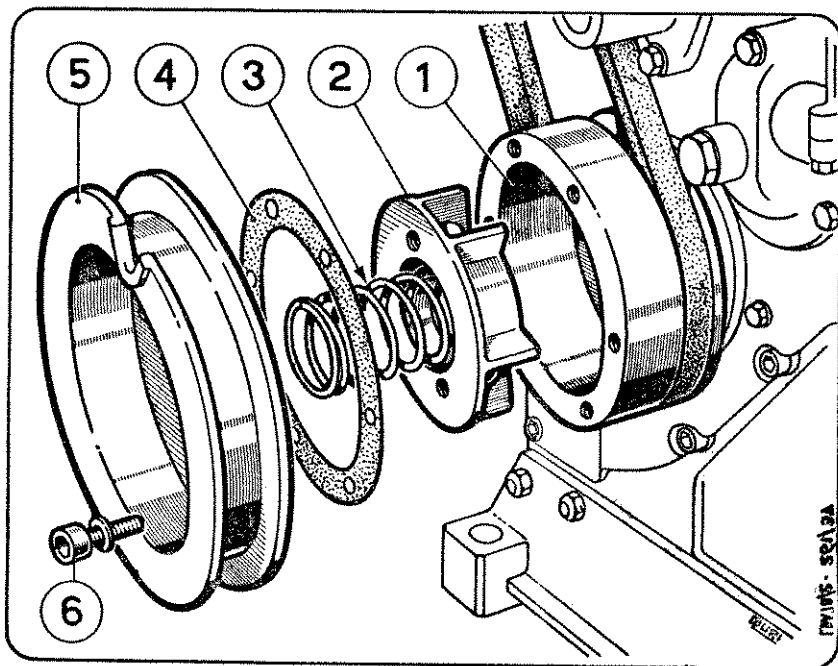

Fig. 12 - FILTRO CENTRIFUGO OLIO (BREVETTO FIAT)
3) Pulizia del filtro centrifugo dell'olio (Fig. 12).